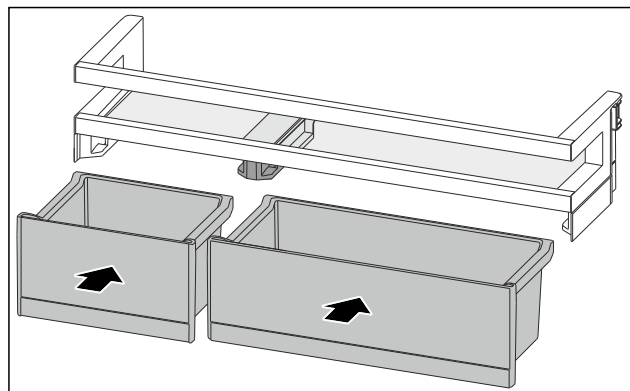

Fig. 129
- ▶ Helyezze be a VarioBoxokat a megcserélt sorrendben. (lásd Fig. 129)